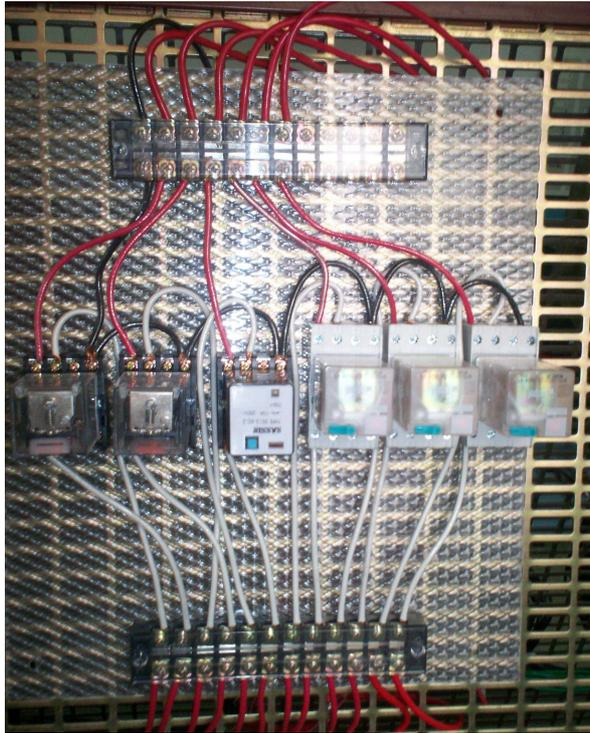

Figura A-17: Banco de Relé de Protección
- Banco de Relé de protección: Tiene como función la protección de las salidas del autómatas programable y permitir la interacción con el banco de relé y los motores. (ver figura A-17)